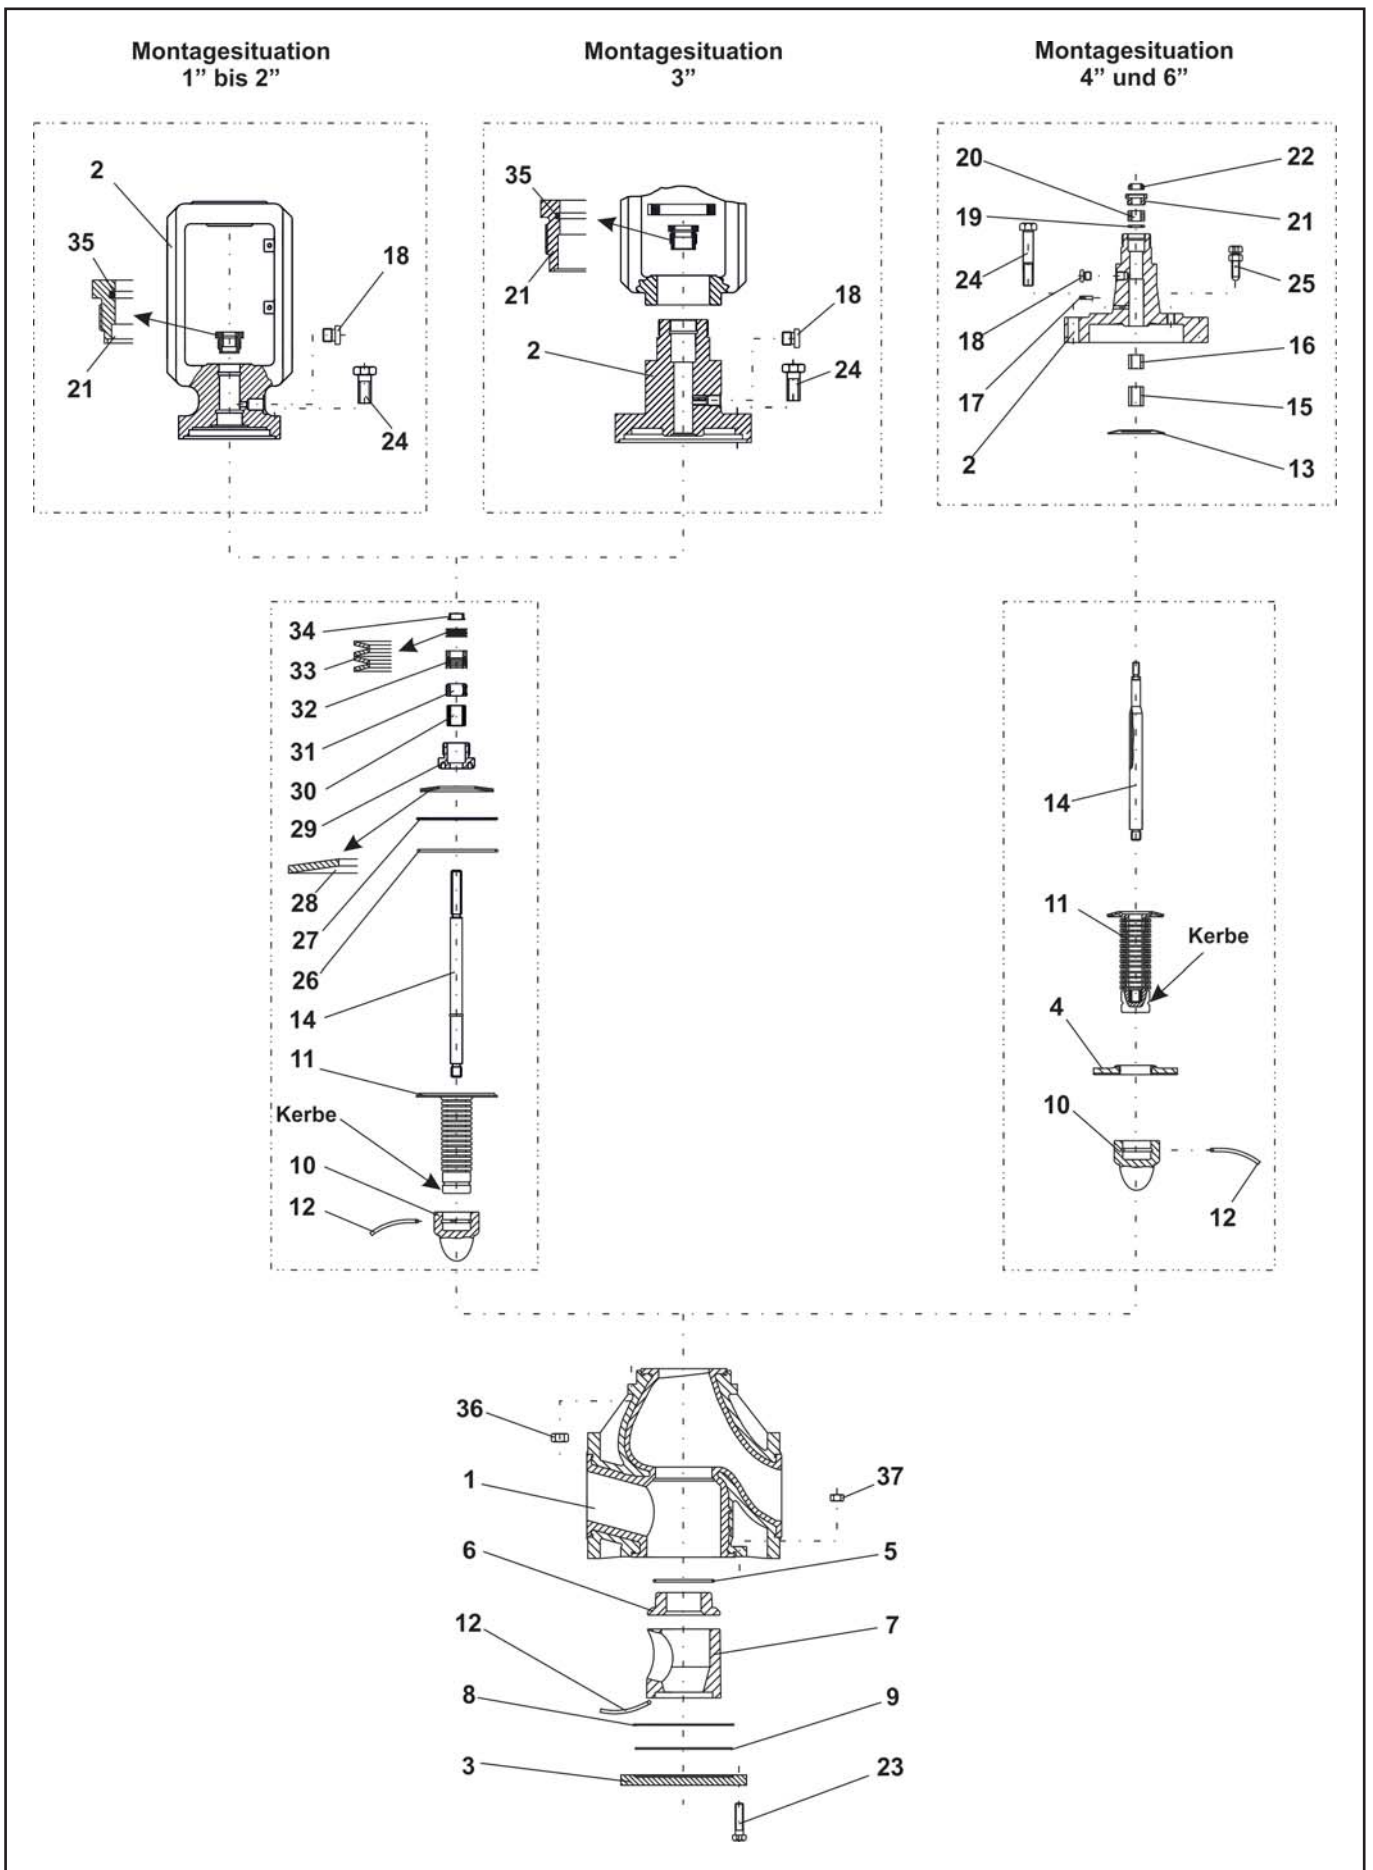

Bild 8: Explosionszeichnung des Stellventils BR 01a
Die in der Explosionszeichnung (Bild 8) dargestellte Lage und Anordnung der Einzelteile ist bei der Montage einzuhalten.
Der Tellerfedersatz (33) wird in die dafür vorgesehene Bohrung eingelegt. Die Anordnung der Tellerfedern ist der Explosionszeichnung (Bild 8) zu entnehmen.
Die Anordnung der Bauteile ist der Explosionszeichnung (Bild 8) zu entnehmen.